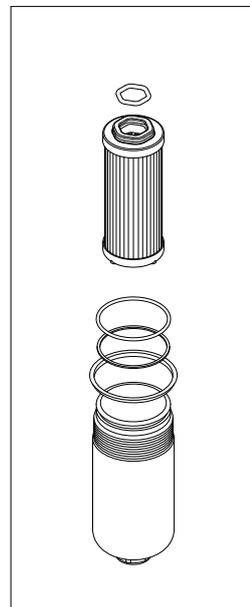

fig. 19
- (Fig. 19) Alloggiare 1°: l'anello antiestrusione e 2°: l'O-ring nella gola del contenitore, inserire lo Hex Ring nel cerchietto dell'elemento filtrante